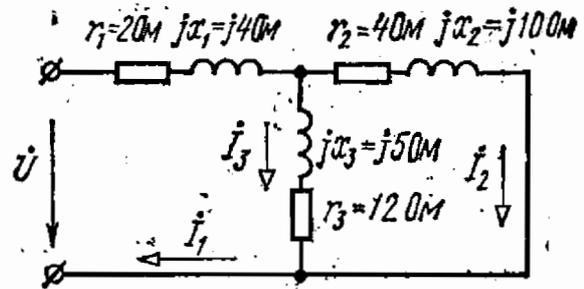

Рис. 4.36
4.36. Определить токи в ветвях цепи, схема которой приведена на рис. 4.36, если напряжение $U = 500 \text{ В}$.